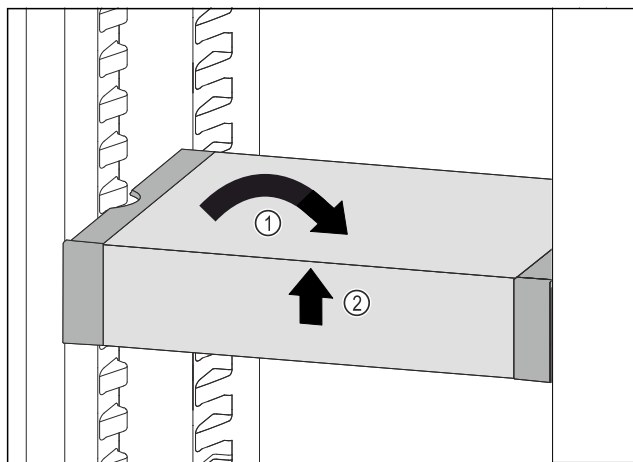

Fig. 70
- Predal VarioSafe postavite ravno. Fig. 70 (1)
- Predal VarioSafe dvignite spredaj. Fig. 70 (2)